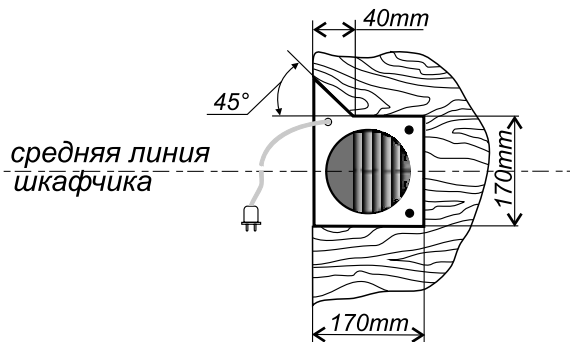

Рис. 5
- 6.3 Шкафчик для встраивания воздухоочистителя должен иметь полость с вырезом в верхней панели (рис. 5).
Вид смотри на рис.5